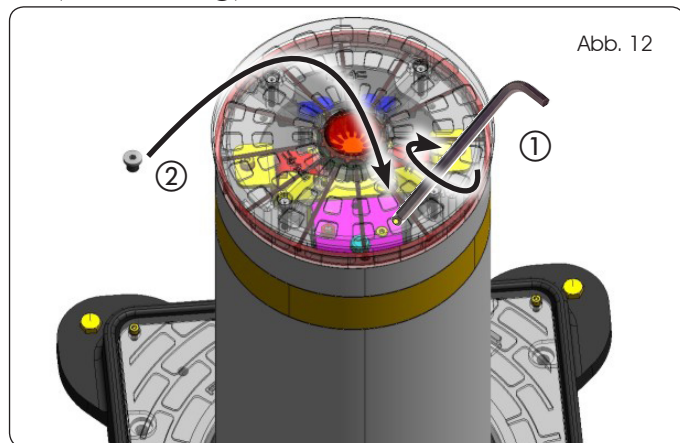

Abb. 12
2. Bis zum Anschlag im Uhrzeigersinn drehen (Abb. 12, Bez. ①)
3. Die Sperrschraube wieder am Kopf des Pollers anschrauben (Abb. 12, Bez. ②).